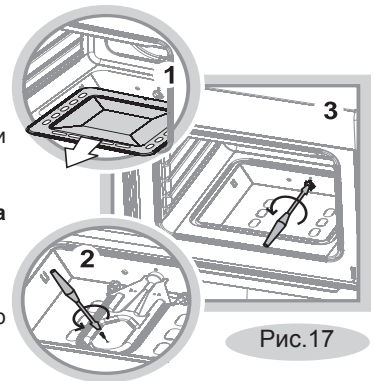

Рис.17
**Замена сопла горелки духовки (рис.17)**